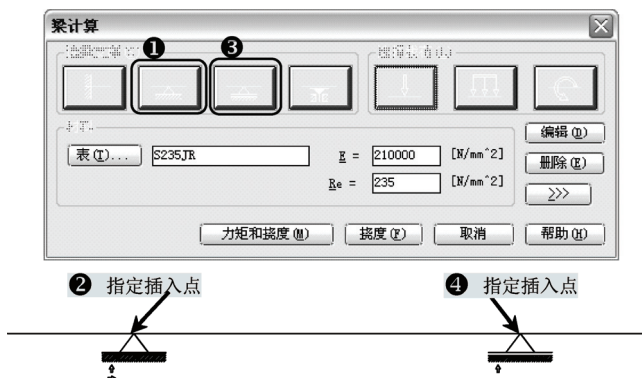

图 13-6 选择支撑
4) 单击选择“选择支撑”选项中的“固定支撑”工具按钮，在绘制的直线上指定插入点，返回对话框，再单击选择“选择支撑”选项中的“可移动定支撑”工具按钮，在绘制的直线上指定插入点，返回“梁计算”对话框，如图 13-6 所示。